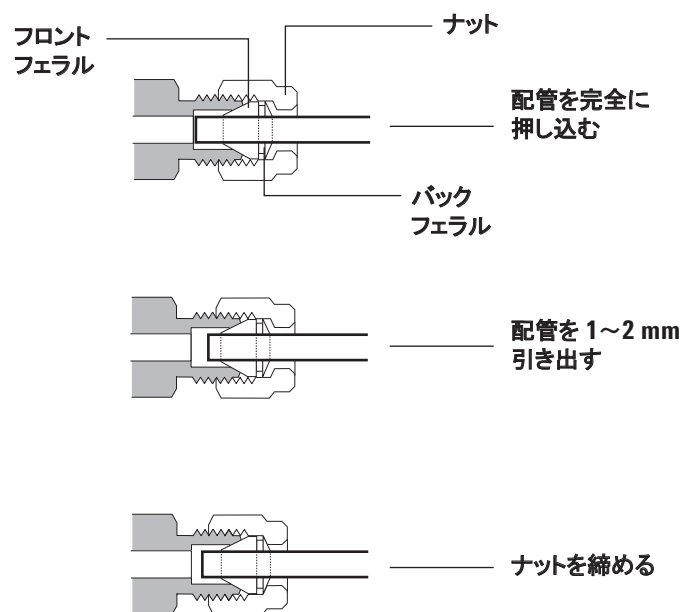

図 19 配管を挿入する
- 5 チューブを完全にプラグに押し込んでから、約 1 ~ 2 mm 引き出します (図 19 を参照)。